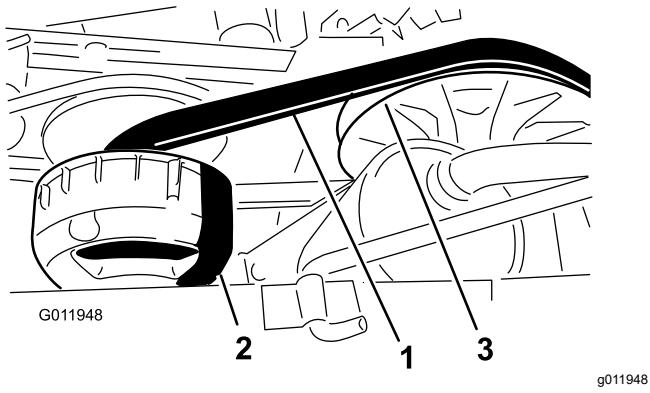

Figura 67
4. Fate girare la cinghia (Figura 67) ed ispezionate la per rilevarne eventuali segni di eccessiva usura o danni.
3. Girate la cinghia e fatela passare sulla frizione secondaria (Figura 67).
4. Rimuovete la cinghia dalla frizione primaria (Figura 67).
5. Allineate la nuova cinghia sopra la frizione primaria (Figura 67).
6. Girate la cinghia e fatela passare sulla frizione secondaria (Figura 67).